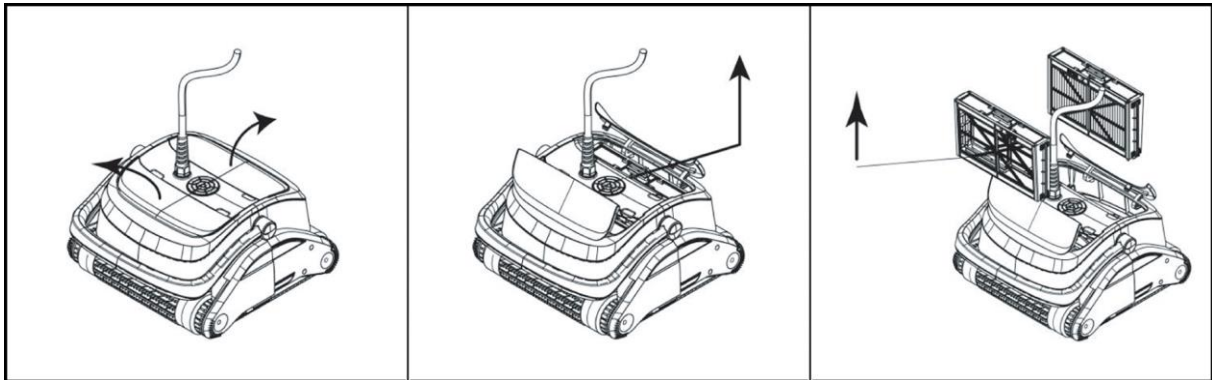

Fig. 5
- Aprire i due coperchi ed estrarre i due cestelli filtranti (Fig. 5).